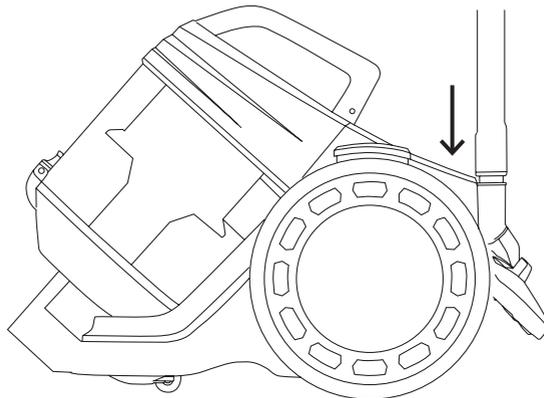

Fig. 4
- Débranchez le bac à poussière de l'appareil. (Fig. 4).
- Ouvrez le couvercle du bac à poussière en tirant sur le bouton d'ouverture du bac à poussière (K) et videz le contenu dans la poubelle appropriée.